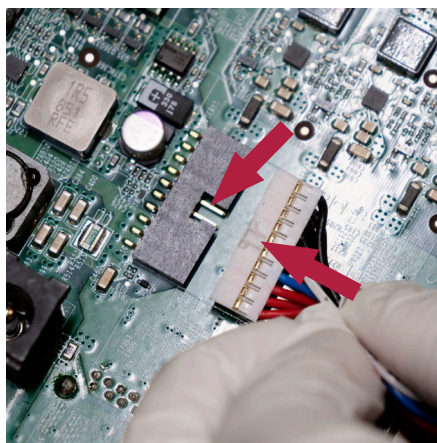

Figura 27 Ricollegare il connettore della batteria
a) Ricollegare la batteria al connettore della batteria (v. Figura 12 e Figura 27)